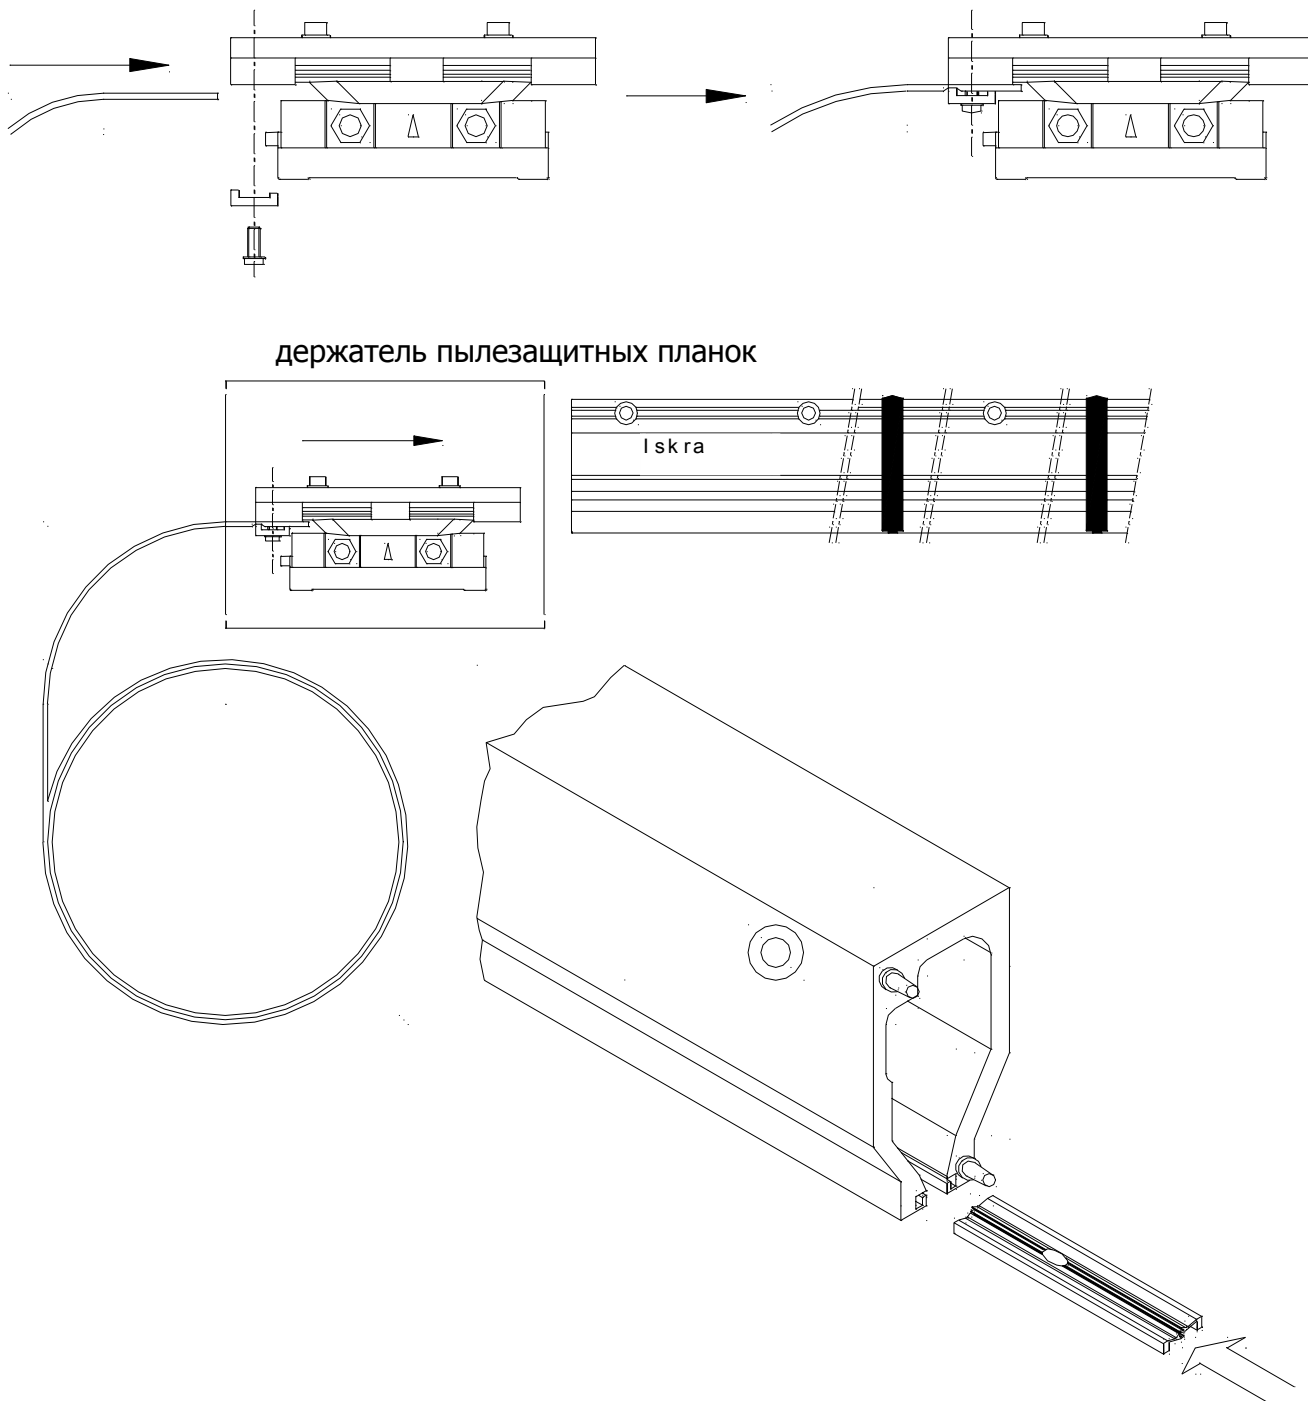

Рис. 2-12
- Держатель пылезащитных планок; для вставки пылезащитных планок (см. рис. 2-12)